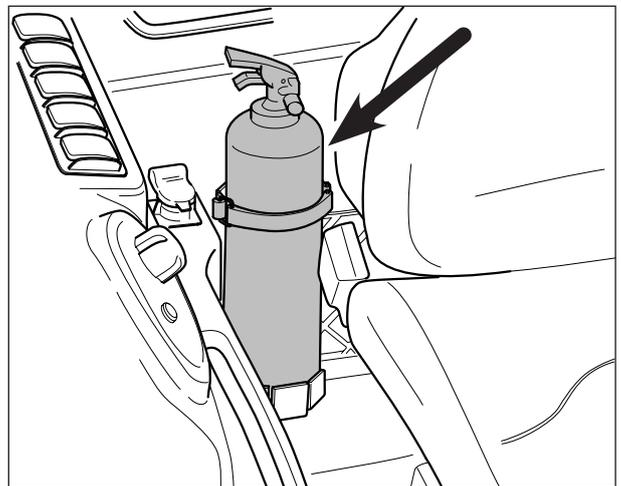

Abb.2-4
**HINWEIS:** Der Traktor ist so geplant und konstruiert worden, dass unter normalen Einsatzbedingungen keine Brandgefahr besteht. Daher sind weder ein Selbstlöschsystem noch ein Feuerlöschgerät an Bord vorgesehen. Der Traktor ist für die Installation eines tragbaren Feuerlöschers mit 1 kg Löschpulver nach UNI EN 3/7 2004 vorgerüstet, der an der dafür vorgesehenen Stelle zu halten ist (Abb.2-4).